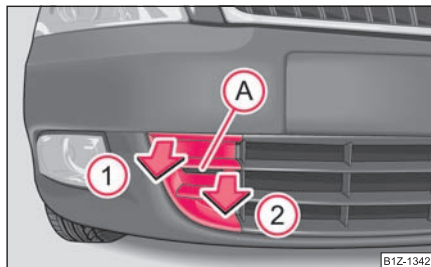
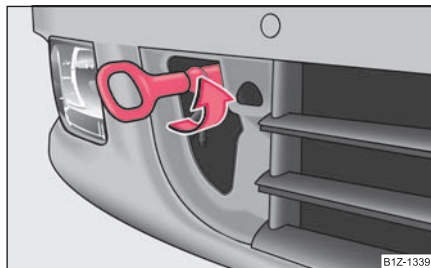
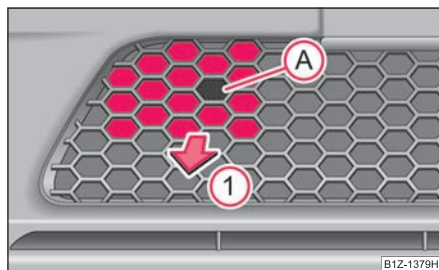

Fig. 231 Bara de protecție față: Grilajul protector
Fig. 232 Bara de protecție față: Montarea inelului de remorcă
Fig. 233 Bara de protecție față Octavia RS: Grilajul protector
- Introduceți degetul în orificiul (A) ⇒ pagina 250, fig. 231.
- Trăgând în sensul indicat de săgeată ① eliberați capacul mai întâi în partea de sus, în partea proiectorului de ceață.
- Apoi eliberați capacul în sensul indicat de săgeata ② și pe partea cealaltă și scoateți-l.
- Însurubați inelul cu mâna înspre stânga ⇒ pagina 250, fig. 232 și strângeți cu cheia de roată* (introduceți cheia* prin inel).
- Introduceți degetul în orificiul (A) al grilajului ⇒ fig. 233.
- Trageți în sensul indicat de săgeată ① și deblocați capacul, apoi scoateți-l.